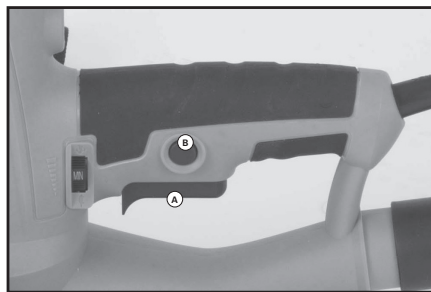

Fig. 5A +B
- appuyez sur l'interrupteur à poussoir. (Fig. 5A)